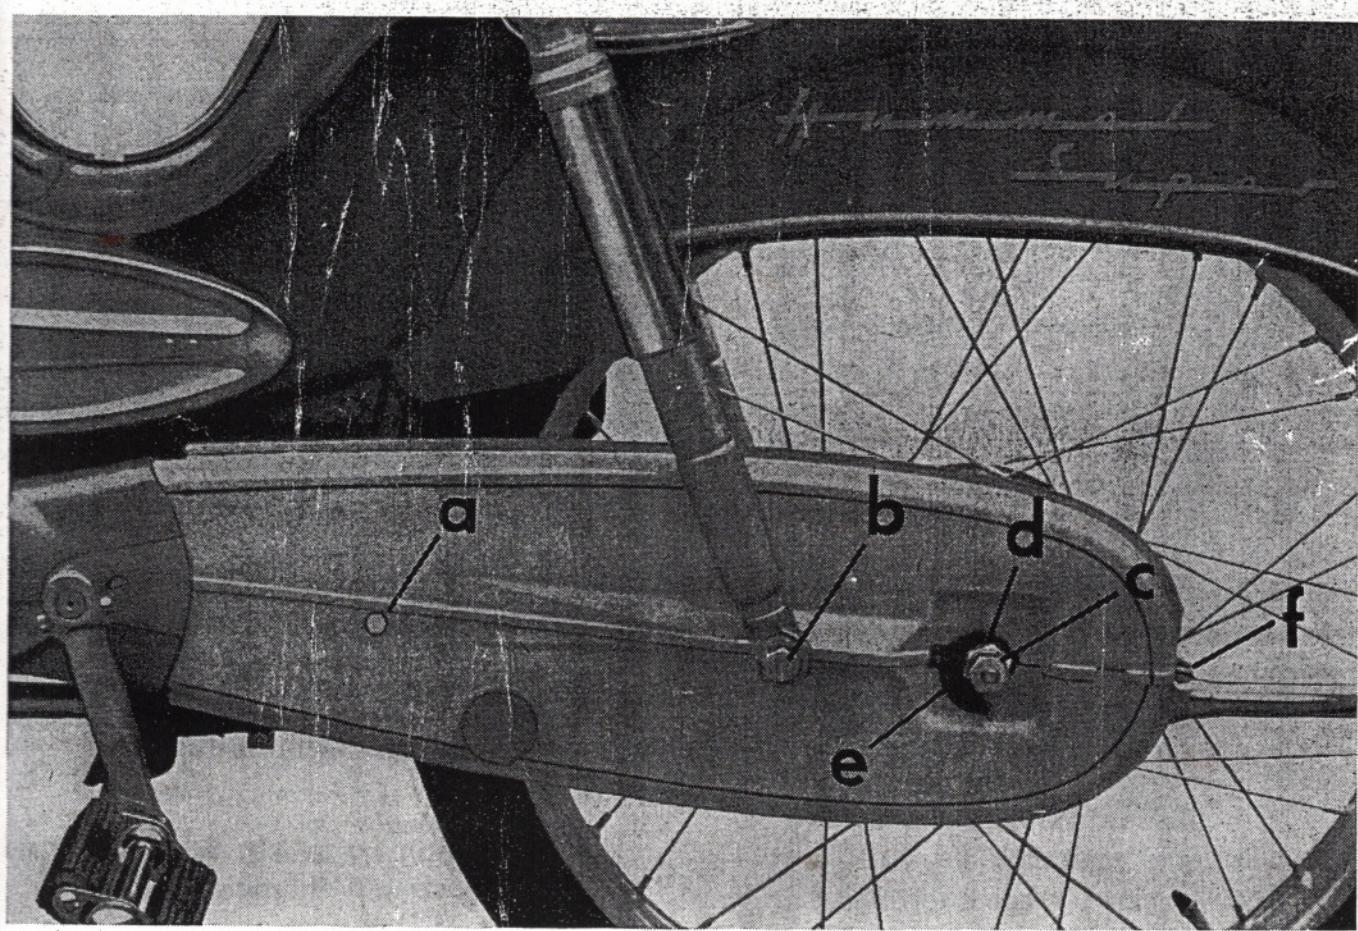

Abb. 137 Kettenenschutz eingebaut
1. Sechskantschraube „a“ (Abb. 137) herauschrauben.
4. Steckachsmutter (SW 19 Abb. 137) abschrauben.